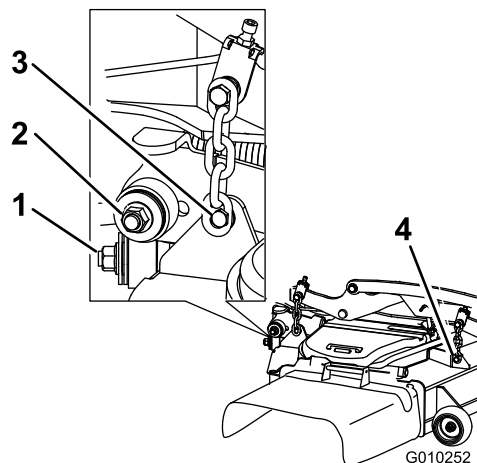

Figure 119
7. Enlevez et mettez de côté les fixations des deux côtés du tablier, comme montré à la Figure 119.